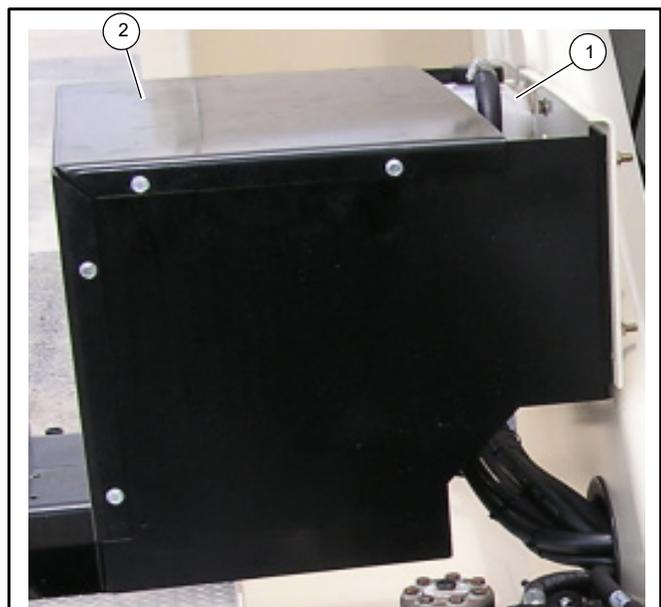

FIGURA 4-10
La botella de refrigerante del calefactor (1, Figura 4-10) se monta en la torreta y se ubica dentro de la caja del compresor de A/A (2). El refrigerante debe contener como mínimo una mezcla de agua y suficiente anticongelante para evitar su congelación total o parcial.